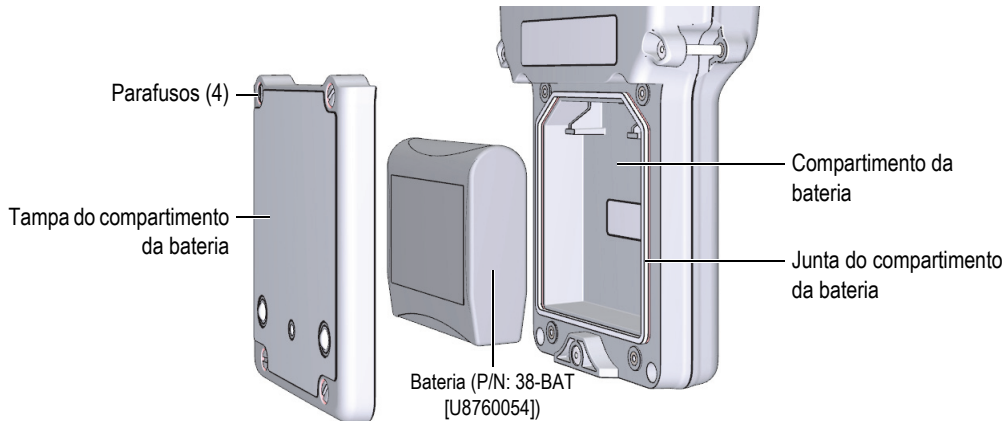

Figura 2-4 Abrir o compartimento da bateria
A bateria fica localizada dentro do compartimento da bateria na parte de trás do 38DL PLUS (veja Figura 2-4 na página 46).
6. Na parte de trás do aparelho, retire os quatro parafusos da tampa do compartimento da bateria (veja Figura 2-4 na página 46).